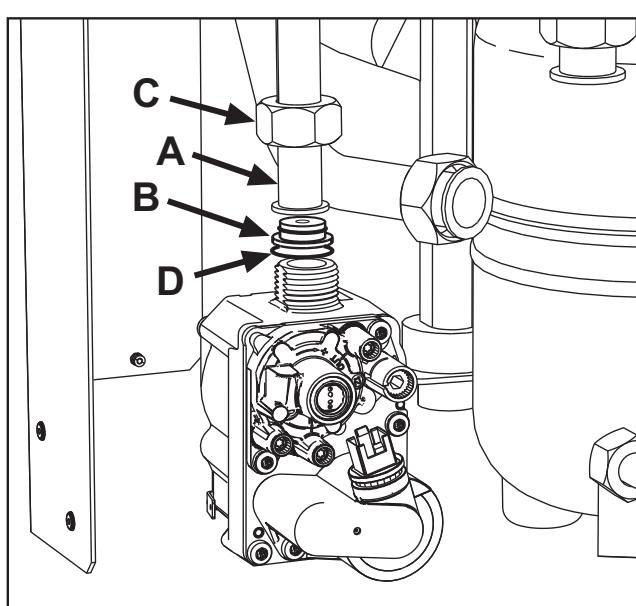

fig. 22
3. Desfaceți piuliță C și scoateți tubul de gaz A de pe valva de gaz (vezi fig. 22).
4. Înlocuiți duza B introdusă pe tubul de gaz cu cea aflată în kitul de transformare, interpusând garnitura D (vezi fig. 22).